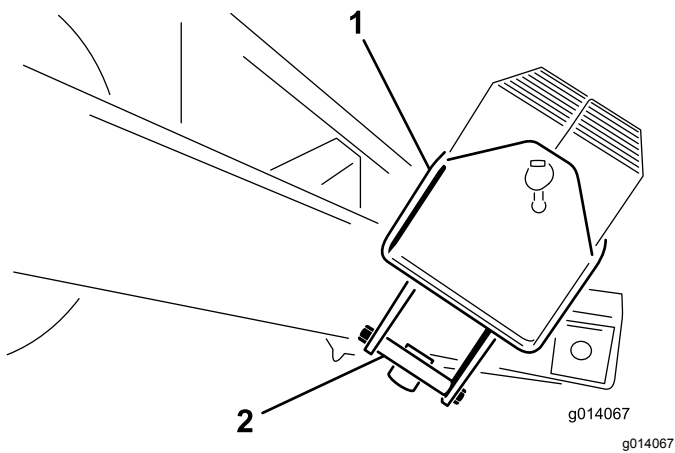

图 5
2. 卸下承载配重块箱的安装支架上的 ½ x 5½ 英寸 螺栓。丢弃安装支架 (图 5)。